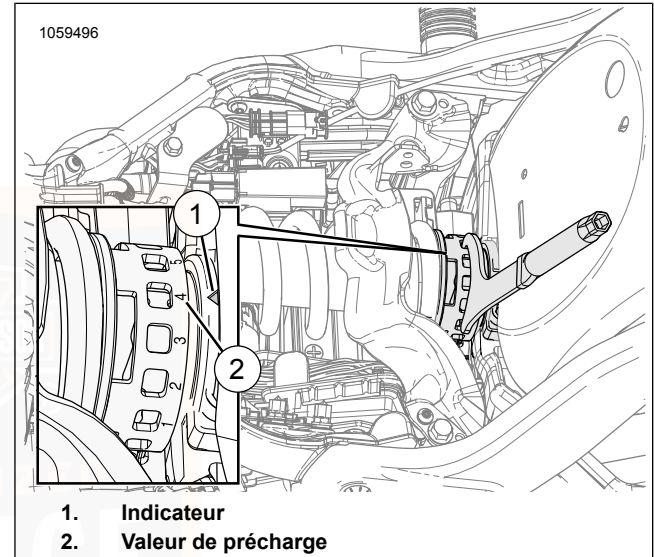

Figure 13. Came de réglage de la précharge
1. **Style de came** : voir Figure 13.